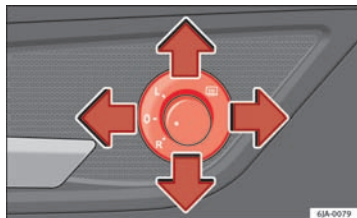

Fig. 69 Dørens indvendige del: drejeknap
- Drej drejeknappen til positionen  ⇒ Fig. 69.
- Drej drejeknappen til positionen **L** ⇒ Fig. 69. Spejlfladen bevæger sig på samme måde, som du bevæger drejeknappen.
- Drej drejeknappen til positionen **R** ⇒ Fig. 69. Spejlfladen bevæger sig på samme måde, som du bevæger drejeknappen.